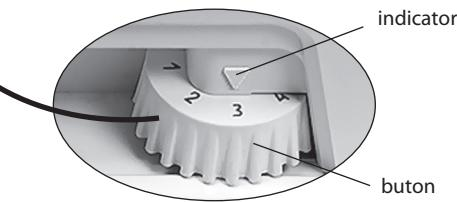

Figura 3 — Reglarea temperaturii
1.4 Elementul de reglare a temperaturii din frigidier, în conformitate cu Figura 3 este butonul de reglare a temperaturii (numit în continuare - buton), care se află sub masca frigidierului. Butonul se rotește în sensul acelor de ceasornic sau în sensul contrar al acestora și are diviziuni numerice. Diviziunea "1" corespunde celei mai joase setări de temperatură (răcire minimă) în camera frigorifică, diviziunea "7" – celei mai înalte setări de temperatură (răcire maximă). Pentru a regula temperatura, fixați diviziunea butonului sub indicator.
Deschideți ușa CF și fixați sub indicator diviziunea "2" a butonului. Închideți ușa CF. Pentru setarea temperaturii optimale pentru păstrarea produselor în camera frigorifică, efectuați reglarea cu ajutorul butonului în conformitate cu figura 3. După ajustare temperatura în frigidier se menține în mod automat.